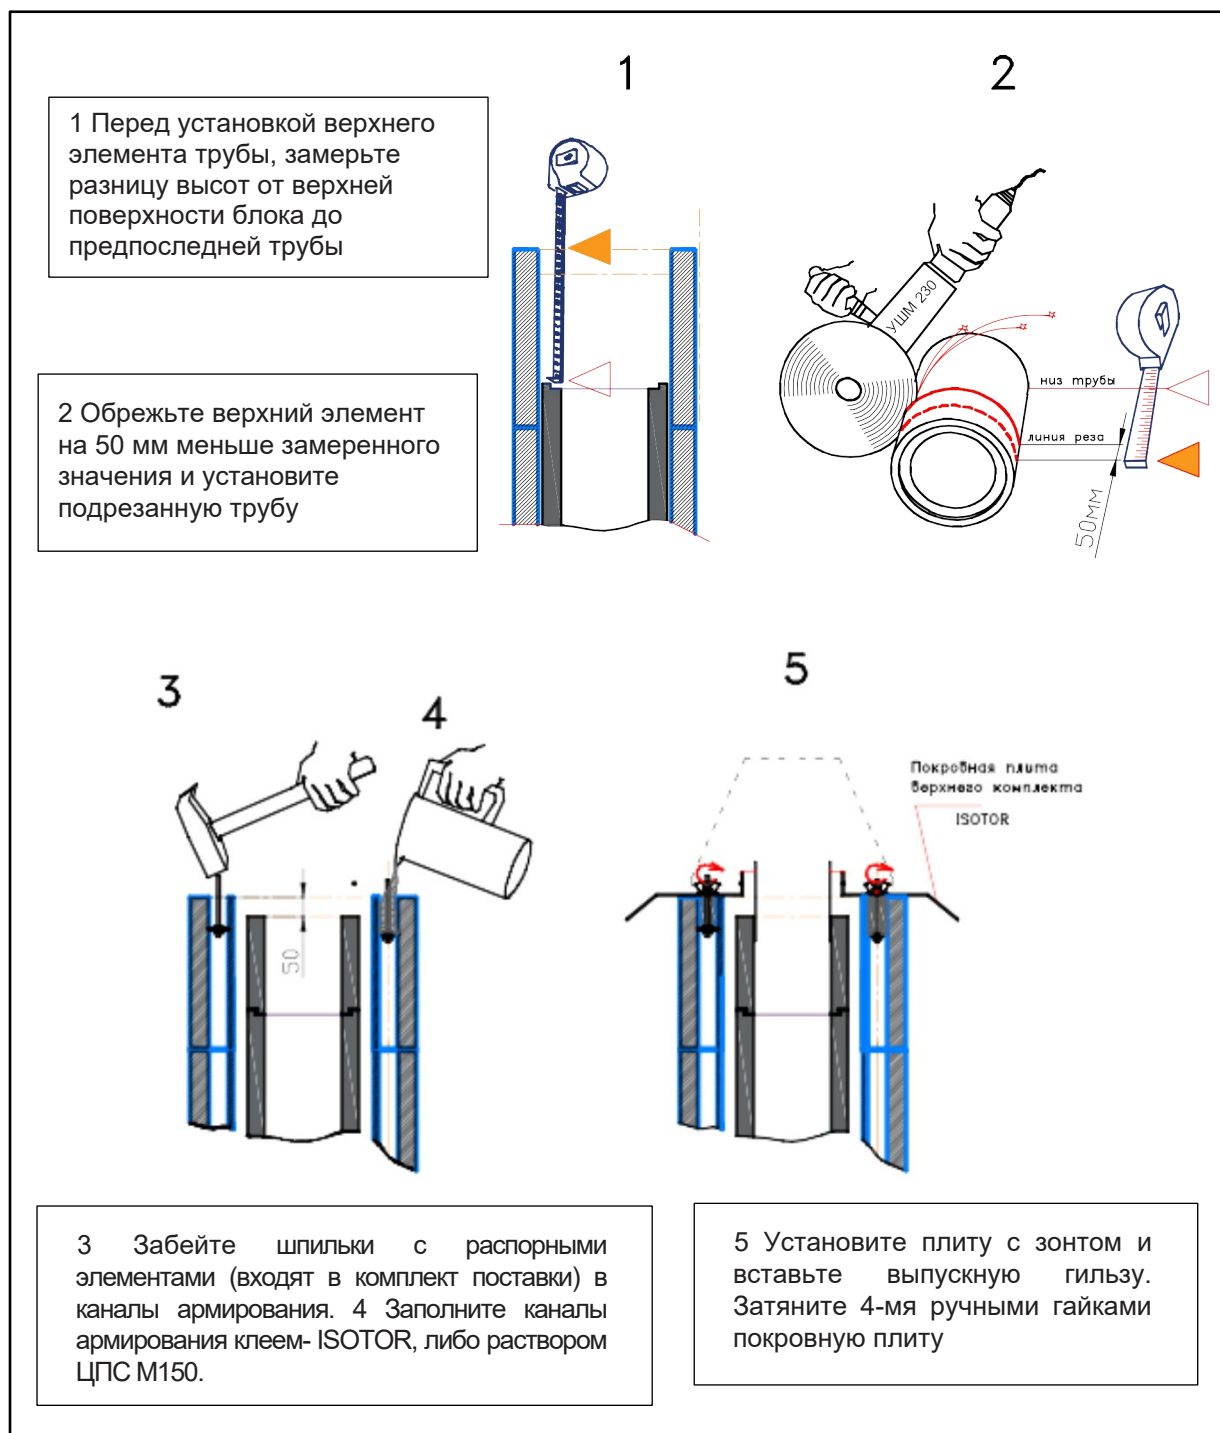

Рис.27
13. Установка верхнего комплекта Schiedel ISOTOR. Рис.27